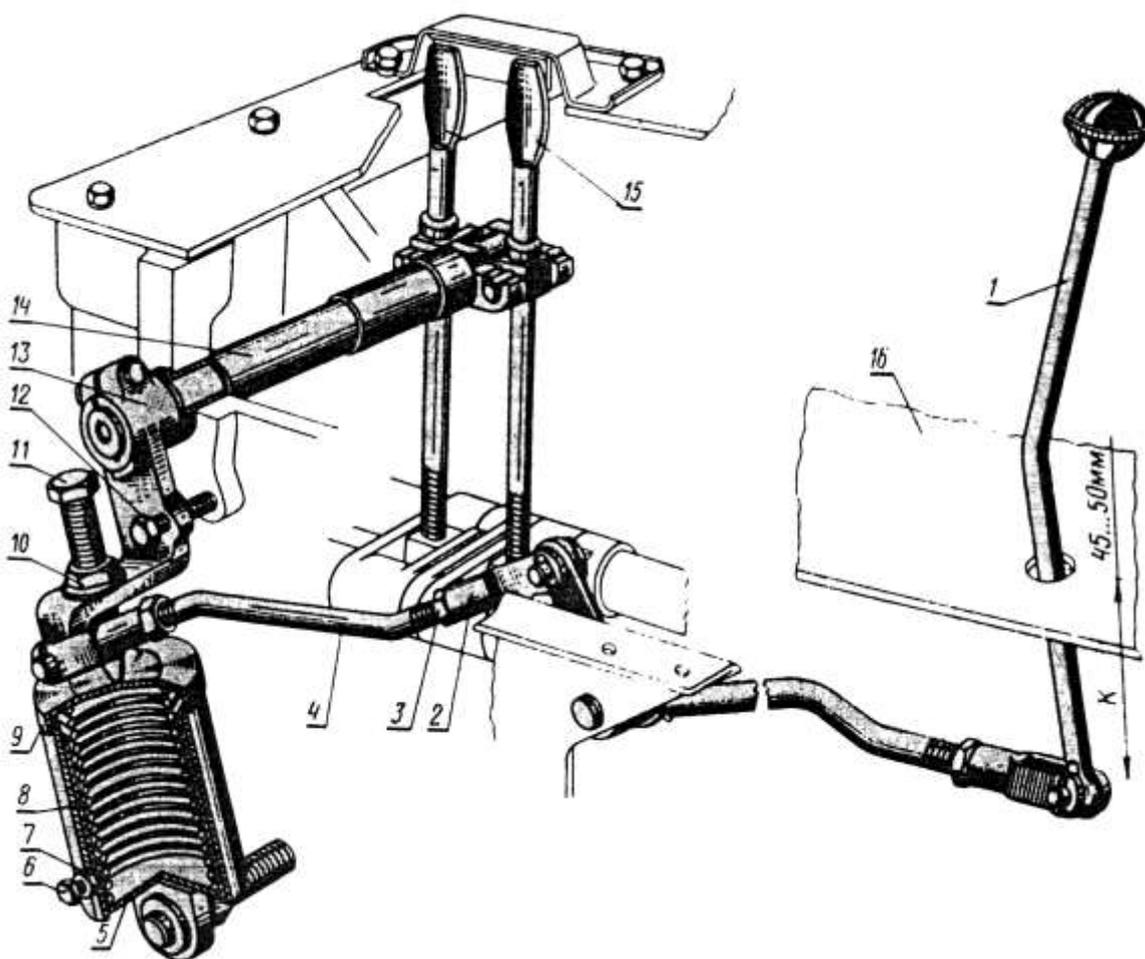

Рис. 43. Вал отбора мощности трактора МТЗ-82
- отверните контргайку **10** (рис. 43) и ввёртывая упорный болт **11** в рычаг **13**, сожмите пружину **8** до такого состояния, чтобы стопорный болт **6**, который ввёрнут в крышку **9** стакана пружины, совместился с отверстием стакана **5**;